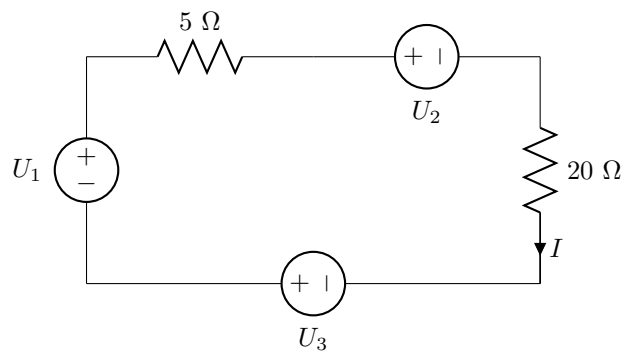

Figura 1.8: Circuito del problema 19.
19. En el circuito de la figura 1.8 determina  $U_3$ , sabiendo que  $I = 0,4 \text{ A}$ ,  $U_1 = 50 \text{ V}$  y  $U_2 = 10 \text{ V}$ .